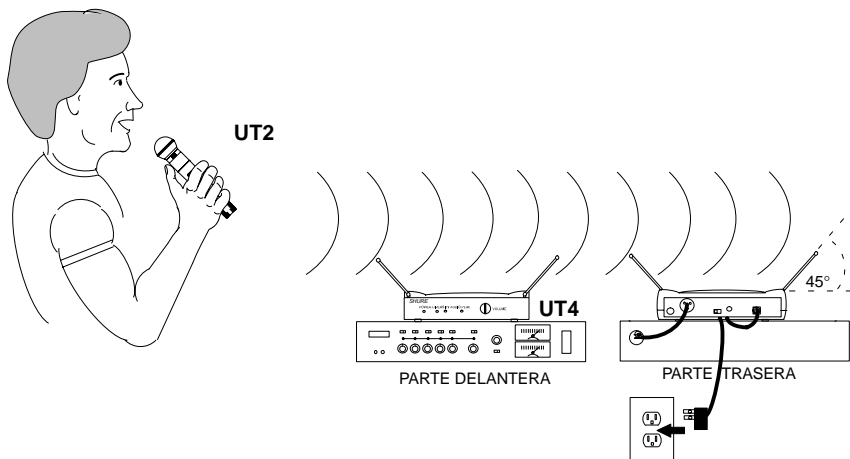

FIGURA 8
1. Consulte la Figura 8. Conecte el adaptador de CA incluido al enchufe DC INPUT en la parte trasera del receptor. Inserte el cable del adaptador en el retén de cable. Enchufe el adaptador a un tomacorriente o a otra fuente de alimentación CA (use el adaptador PS20 para 120 VCA, 60 Hz y el PS20E para 230 VCA, 50 Hz). La luz verde POWER del receptor se iluminará.